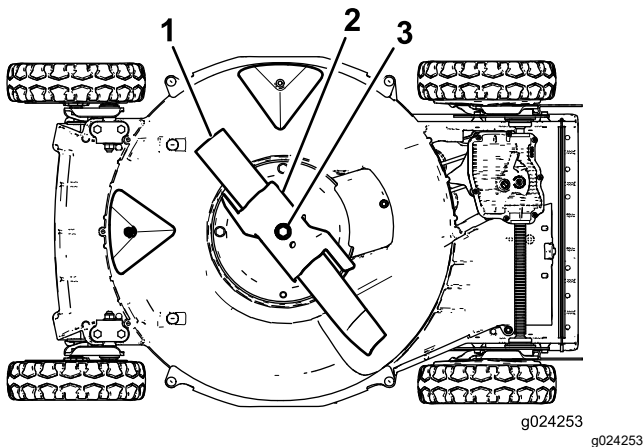

Figure 26
5. Basculez la machine sur le côté **droit** (filtre à air en haut), comme montré à la Figure 26.